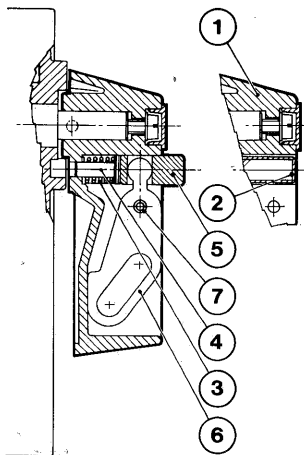

Fig. 18
8.5.2. Dispositivo di blocco a lucchetti (fig. 18)